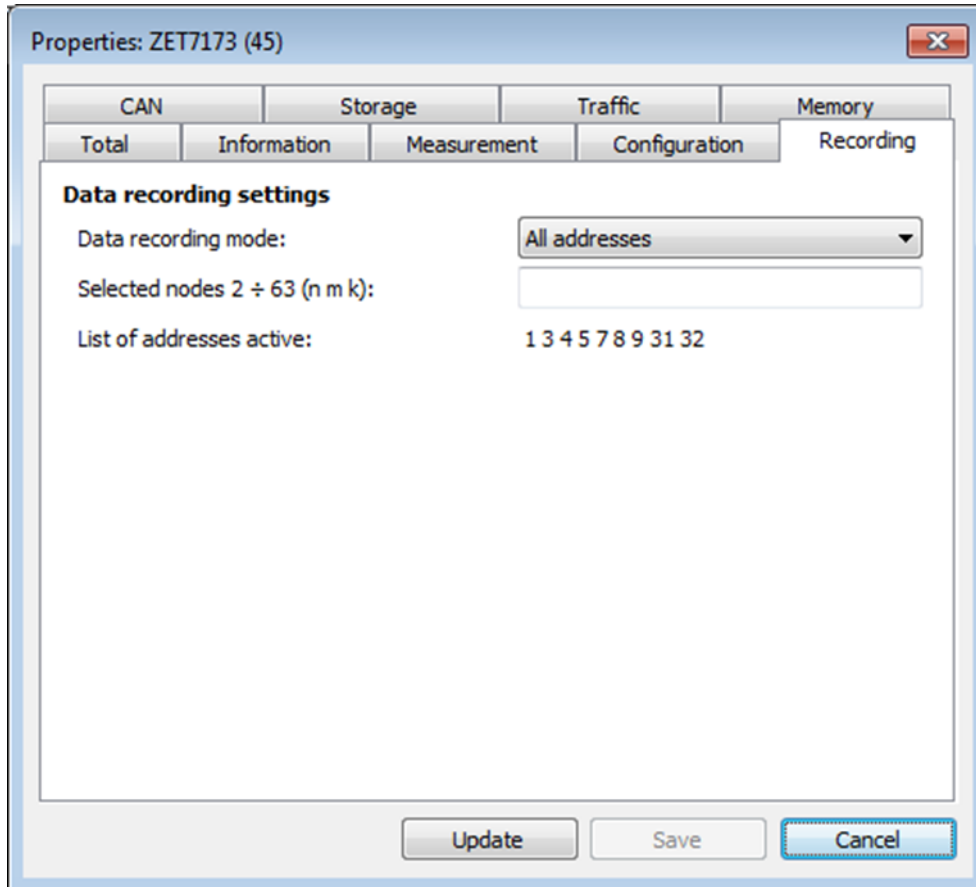

Figura 2.12 ZET 7173: “Recording”
- Seleccione la propiedad “All addresses” en el campo field “Data recording mode” de la pestaña “Recording” (Figura 2.12).